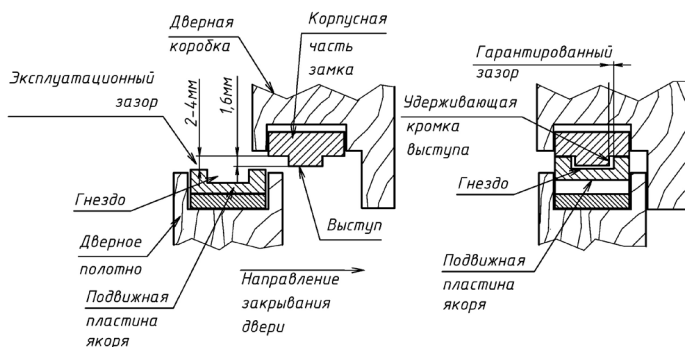

Рисунок 7
6.8 Допустимый «эксплуатационный зазор» между рабочими поверхностями якорной и корпусной частей после окончательного монтажа замка должен быть в пределах от 2 до 4 мм (рисунок 7).